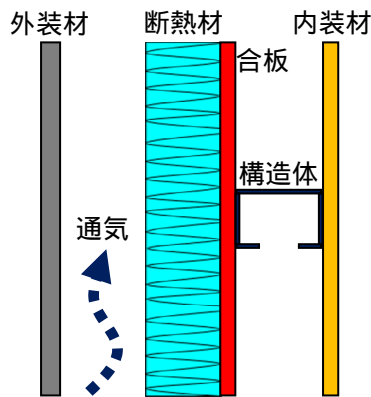

図 7-3 計算対象壁体構成
7.2 の計算法を用いて通気層のある外壁と屋根の貫流熱量を求めた一例を示します。計算対象とした壁体構成を図 7-3 に、各物性値を表 7-2 に、夏日におけるケース別の計算条件・結果を表 7-3 に示します。なお本計算例における室温は夏季 27℃、冬季 18℃ です。